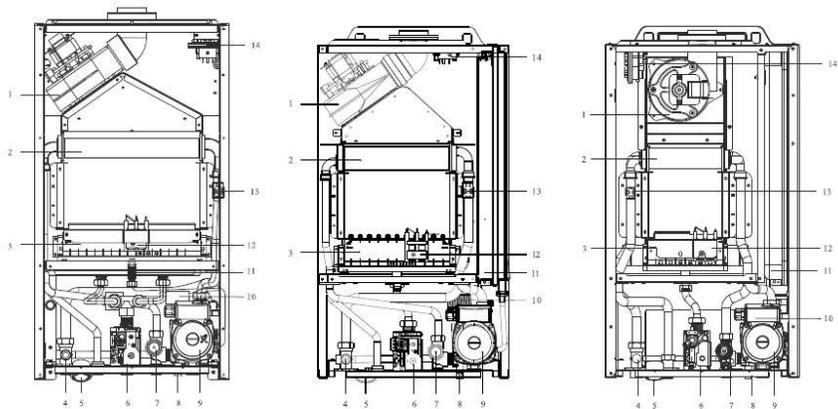

Рис. 3
3.6.2 Модель с теплообменником битермического типа (рис.3)